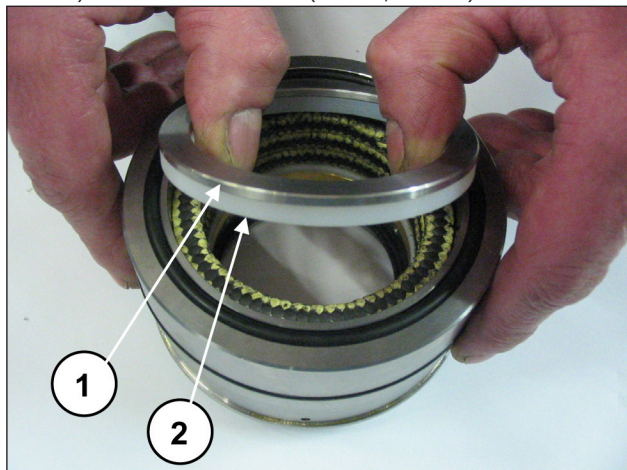
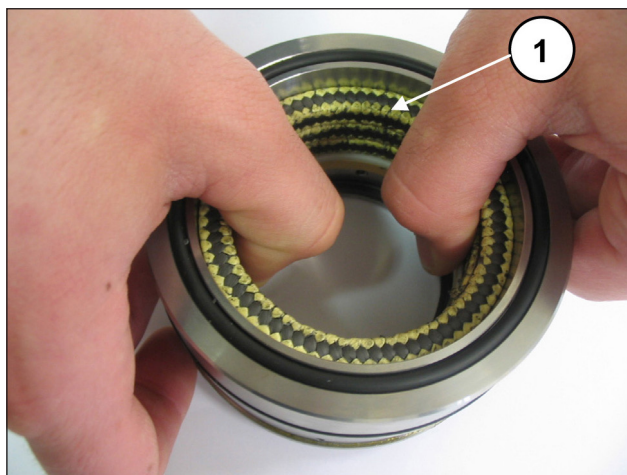

图 193
图 194
将密封圈支架与护套分开，取下弹簧环和刮环（位置①②，图193），以便进入压力密封（位置①，图194）。